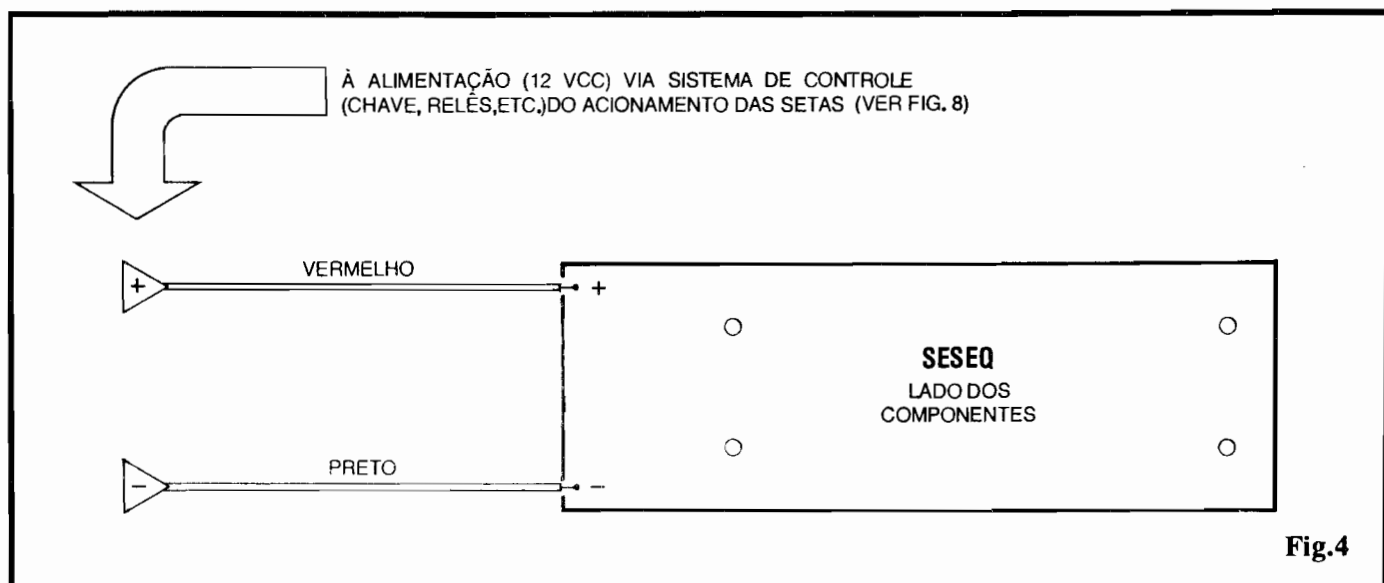

Fig.4
- FIG. 4 - CONEXÕES EXTERNAS À PLACA - São apenas duas as ligações externas à placa, correspondentes à entrada da alimentação CC (12V), polarizadas (sempre com a codificação de fio **vermelho** para o **positivo** e fio **preto** para o **negativo**...). Os pontos "+" e "-" da placa recebem tais conexões que, nas suas outras extremidades, terão ligações condicionadas ao sistema real de comando das setas de direção originais, conforme veremos mais adiante...